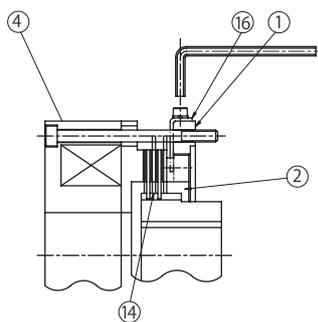

図 8-19
- (1) P92 の手順でブレーキを手動解放します。
- (2) センターリング①外周上にあるストッパー⑬をゆるめ、抜き取ります。ギャップ調整ネジ②がフリーになります。(図 8-19 参照)